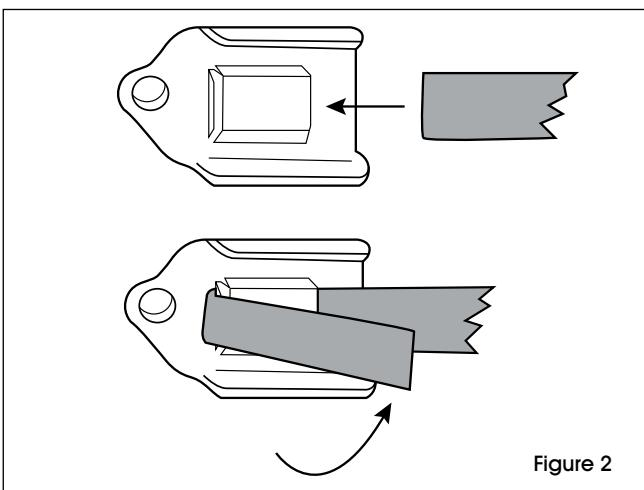

Figure 2
3. Insérez les sangles en métal à travers les boucles et repliez l'excédent de sangle. Laissez juste suffisamment d'espace afin de joindre les boucles à l'aide d'un boulon et d'un écrou lorsque les sangles seront enroulées autour du poteau. (Voir Figure 2)